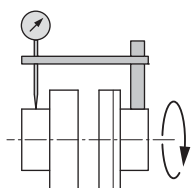

Fig.11: Verificarea alinierii radiale cu un comparator
- Fixați un ceas de măsurare pe unul din cuplaje sau pe arbore (a se vedea Fig. 11). Pistonul ceasului de măsurare trebuie să fie așezat pe coroana celeilalte jumătăți a cuplajului (a se vedea Fig. 11).